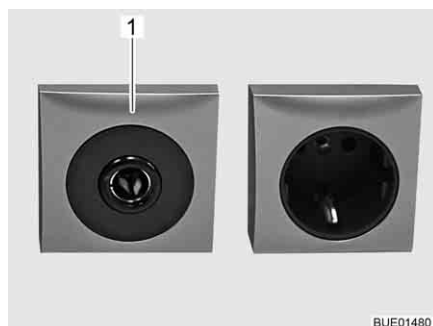

Fig. 115 Caja de enchufe 12 V/10 A
- ▷ Conectar únicamente aparatos con máximamente 10 A a las cajas de enchufe (Fig. 115,1) de la red de a bordo de 12 V.